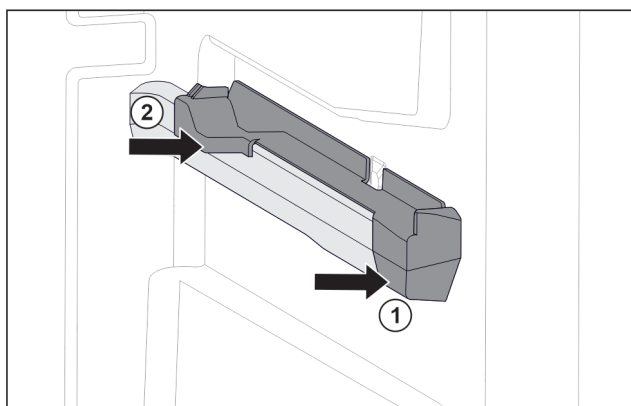

Fig. 109 Påsettsingsdel på høyre beholderribbe
- Sett på påsettsingsdel foran på beholderribben. Fig. 109 (1)
- Trykk på påsettsingsdel bak. Fig. 109 (2)